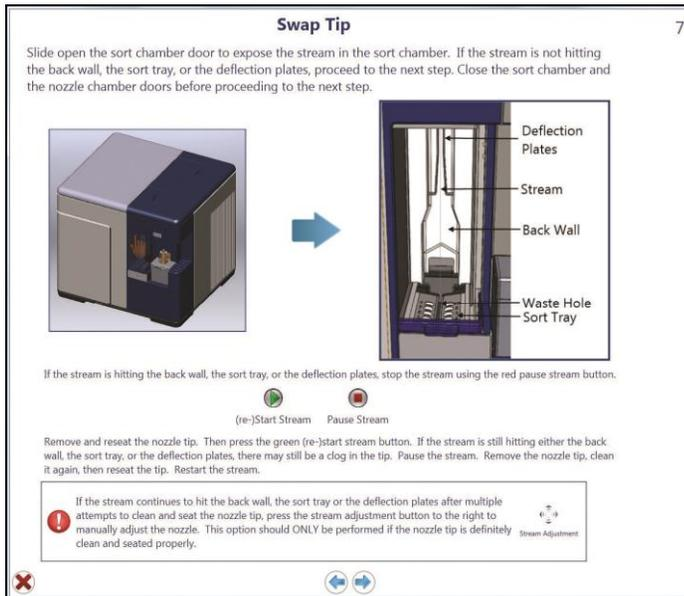

Рис. 119. Окно «Мастера» замены наконечника AutoGimbal
25. Убедитесь, что поток попадает в сливное отверстие. Если это так, перейдите к этапу 39. Если поток попадает в заднюю стенку, сортировочный поддон или отклоняющие пластины, снимите и снова установите наконечник сопла (Рис. 119).
27. Щелкните на значке Stream Adjustment (Регулировка потока) (в нижней части Рис. 119).